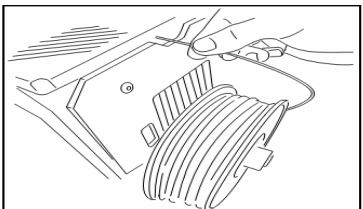

Figure 3.18 Charge du filament (Vue arrière)
- 2 Le chargement du filament se fera par l'arrière de la machine à travers la pièce de raccord de passage qui est rattachée au guide de Fibonacci (fig. 3.18). Il est très important de placer correctement la bobine et que le filament sorte à droite de la bobine. Coupez la pointe du filament en diagonale avec des ciseaux pour faciliter l'entrée du fil par le tube.